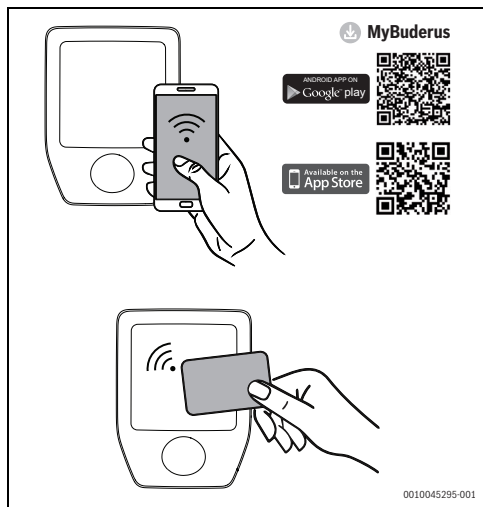

Fig. 96 Authentification avec la carte RFID
- Déverrouiller le Logavolt à l'aide de la carte RFID, de l'application ou du cran d'arrêt externe. Cette étape est facultative (→ Fig. 96 et 95, page 89).